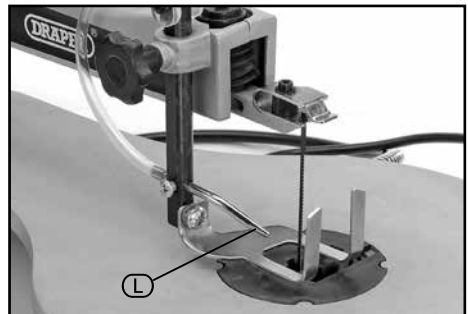

FIG. 8
9.6 DUST BLOWER/EXTRACTION – FIG. 8